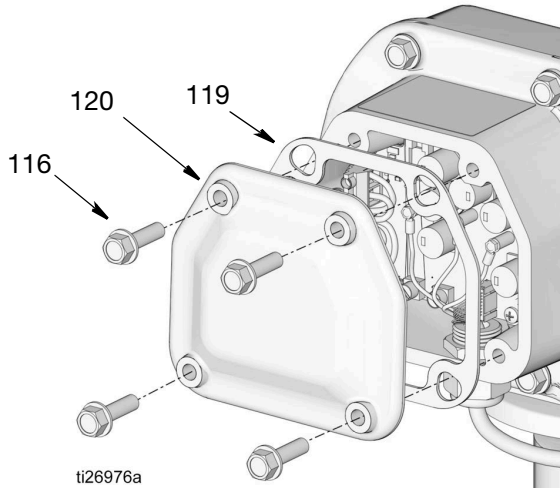

図 55
- モーター制御ボックスカバー (120) からネジ (116) を取り外し、カバーとガスケット (119) を取り外します (図 55)。